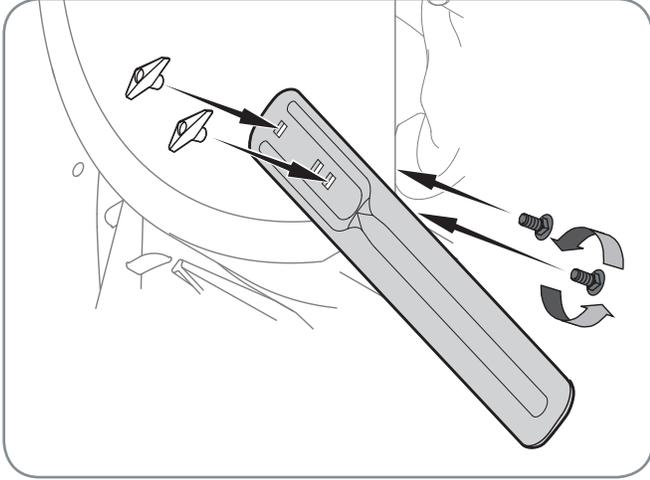

Figure 3-11
- Positionnez les barres de coupe pour qu'elles font face à l'avant comme illustré à la Fig. 3-11. Maintenez-les en place avec la boulonnerie enlevée précédemment, les écrous à oreilles devraient être attachés sur l'extérieur du logement comme illustré.